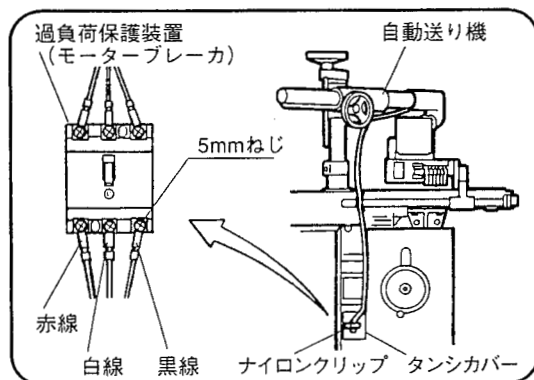

図 55
- (1) タンシカバー取付けねじをお手持ちのプラスドライバーでゆるめタンシカバーをはずします。
- (2) 自動送り機のコードはタンシカバーに付いているナイロクリップに通し、タンシカバーの穴に入れます。
- (3) 過負荷保護装置(モーターブレーカ)の端子に左側からコードの赤線、白線、黒線を接続します。(図55)